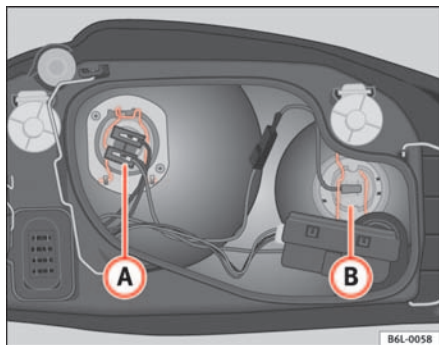

Fig. 145 Lámpara luz de carretera
- Extraiga el conector del cable de la lámpara **B** ⇒ fig. 145